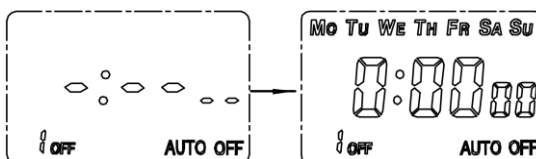

Fig.10
6.2.3.2 Para introducir 1ON (primer programa ON): pulsar "▲", "◀" y "▶" hasta fijar la fecha y hora del primer programa; a continuación pulsar "MD" para introducir 1OFF (primer programa OFF) y fijar la fecha y hora del mismo. (ver Fig.10) siguiendo el mismo procedimiento anterior.